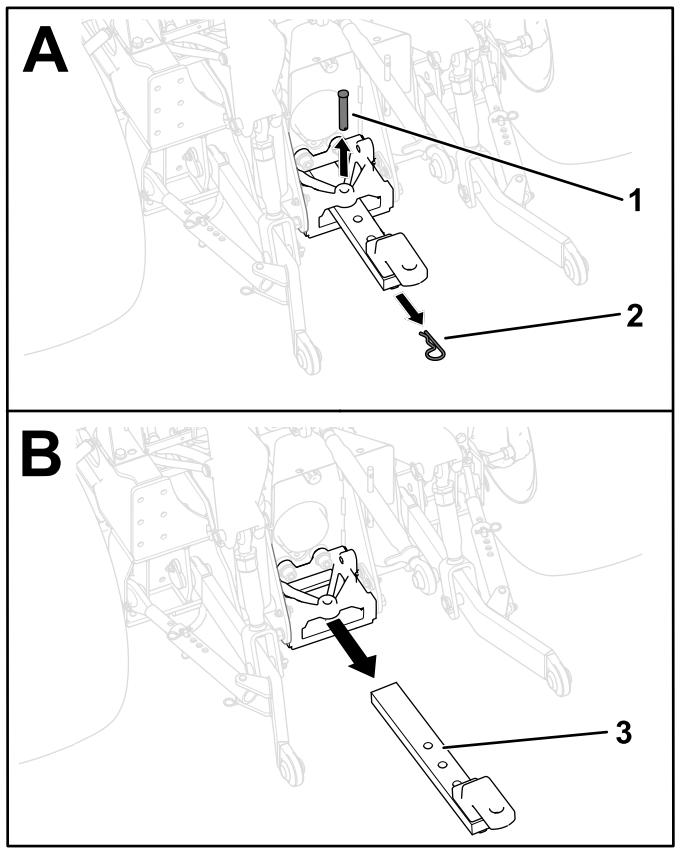

Рисунок 20
1. Извлеките игольчатый шплинт и шплинтуемый штифт, которые крепят тяговый брус к опоре тягового бруса (Рисунок 20).
2. Снимите тяговый брус с опоры (Рисунок 20).